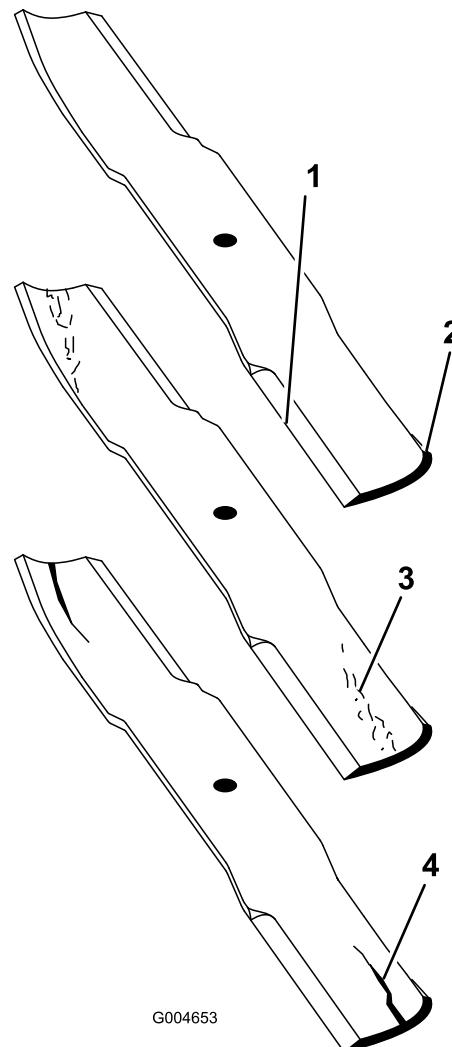

Bild 19
1. Untersuchen Sie die Schnittkanten (Bild 19). Entfernen und schärfen Sie die Messer, wenn die Schnittkanten nicht scharf sind oder Auskerbungen aufweisen. Siehe Schärfen der Messer“.
2. Untersuchen Sie die Schnittmesser, insbesondere den flachen Bereich (Bild 19). Wenn Sie Schäden, Verschleiß oder Rillenbildung in diesem Bereich feststellen (Bild 19), sollten Sie sofort ein neues Schnittmesser einbauen.